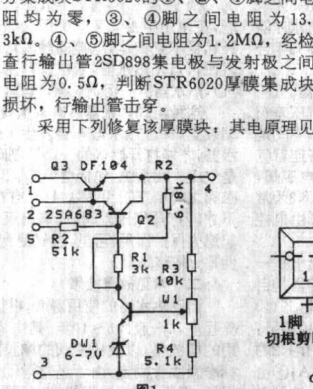
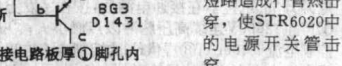

图1
图2
实测线路如图1。故障原因为R1损坏和一节充电电池损坏,取两节全新5号充电电池换下原来的两节(连同未坏的一起换下,以免影响使用寿命),并更换R1,故障排除。
图1,在距离引出脚根部11mm处,沿两个固定孔横轴方向,用钢锯往下锯3mm的深度(可边锯边观察,看到有金属被锯透时,用万用表测量①、②、④脚之间电阻为 ∞ 即可),①、④、⑤脚之间电阻为 ∞ ,说明开关管已从电路上断开,将①脚齐根剪断以除去电源开关管。如图2用外接方法接BG3。BG3最好选用全密封的电源开关管,如D/431。安装好之后开机行幅不满,关机之后用万用表串入行输出管的集电极测量行管集电极电压750mA,行输出变压器有局部短路现象,换行输出变压器之后,开机故障排除。